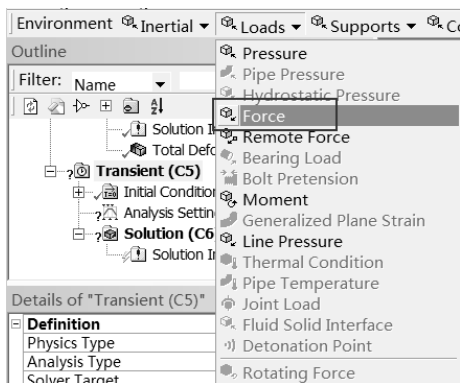

图 9-75 添加激励
Step2：选择 Environment 工具栏中的 Loads（载荷） Force（力）命令，如图 9-75 所示，此时在分析树中会出现 Force 选项。